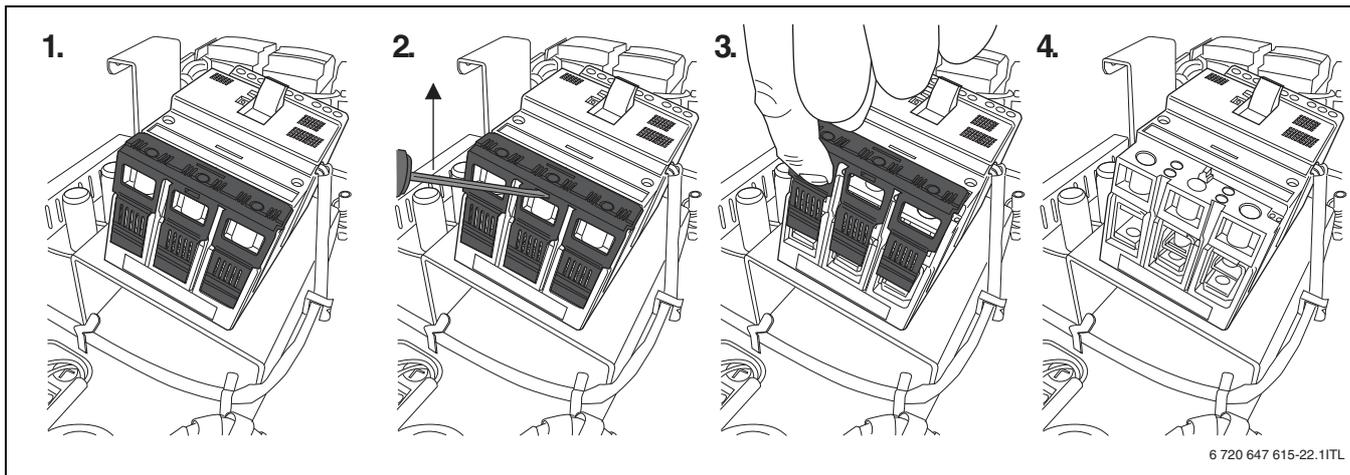

Рис. 9 Удаление защиты от прикосновения на главном выключателе
- ▶ Подключите провод к входным клеммам «L1—L3» главного выключателя (→ рис. 9 и 10).